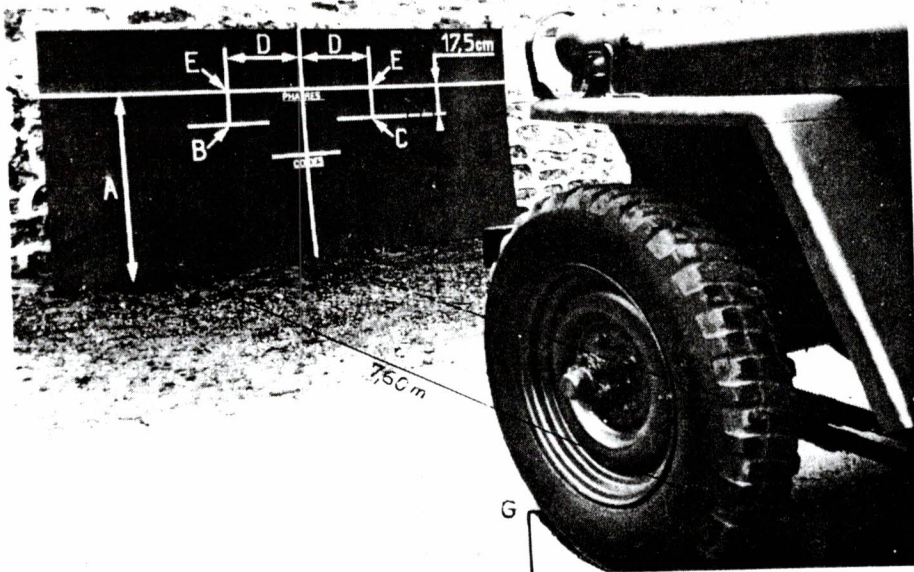

Figure 48. — Réglage des projecteurs
F. Réglage des projecteurs sur un écran ou sur un mur (fig. 48).